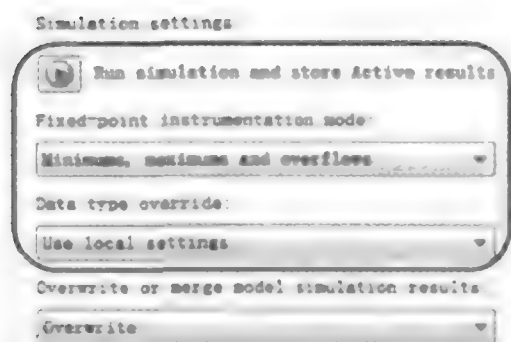

图 9.6.26 记录定点仿真数据
(2) 记录定点仿真数据。在 Data type override 中选择 Use Local Setting 选项,即在运算过程中运用现有定标方案,然后单击按钮 ,如图 9.6.26 所示。